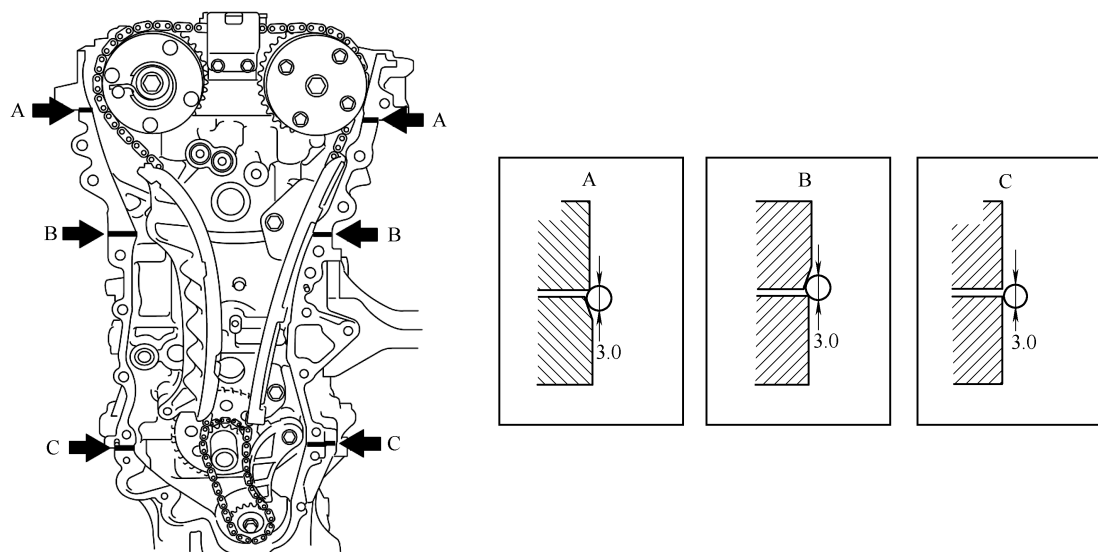

图 1-209 正时室罩盖上涂上密封材料
① 用专用工具敲入一个新油封，直至其表面与正时齿轮箱边缘齐平。
② 在油封唇部涂抹一薄层 MP 润滑脂。
① 清除所有旧的密封 (FIPG) 材料，小心不要将任何机油滴落到正时链盖、气缸盖和气缸体的接触表面上。
② 安装 3 个新 O 形圈，见图 1-209。